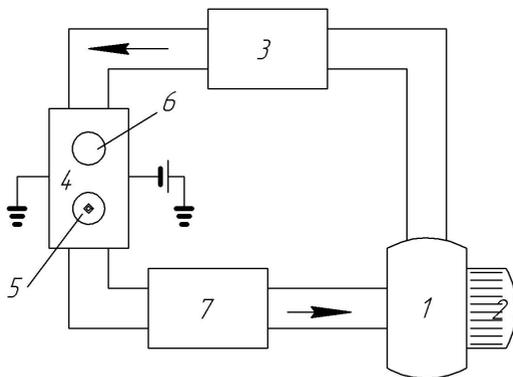

Рис. 18. Схема газодинамического контура: 1 – венти-
3.1. С точки зрения обеспечения необходимых условий для получения генерации лазер представляет собой вакуумноплотный газодинамический контур (ГДК) рециркуляционного типа, замкнутый в вертикальной плоскости (рис. 18).